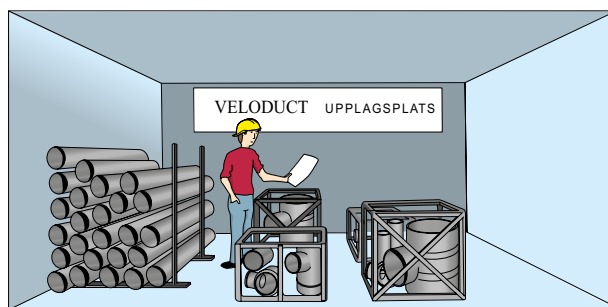

Fig. 3
2. Hämta erforderliga detaljer och rör. Se till att dessa är fria från sådana skador som kan påverka kanalsystemets täthet, till exempel hål efter borttagna nitlar / skruvar i återanvända detaljer. En välordnad väderskyddad upplagsplats underlättar sökandet, minskar risken för skador och nedbringar spillet. En skylt enligt fig. 3 underlättar leverans av materiel.